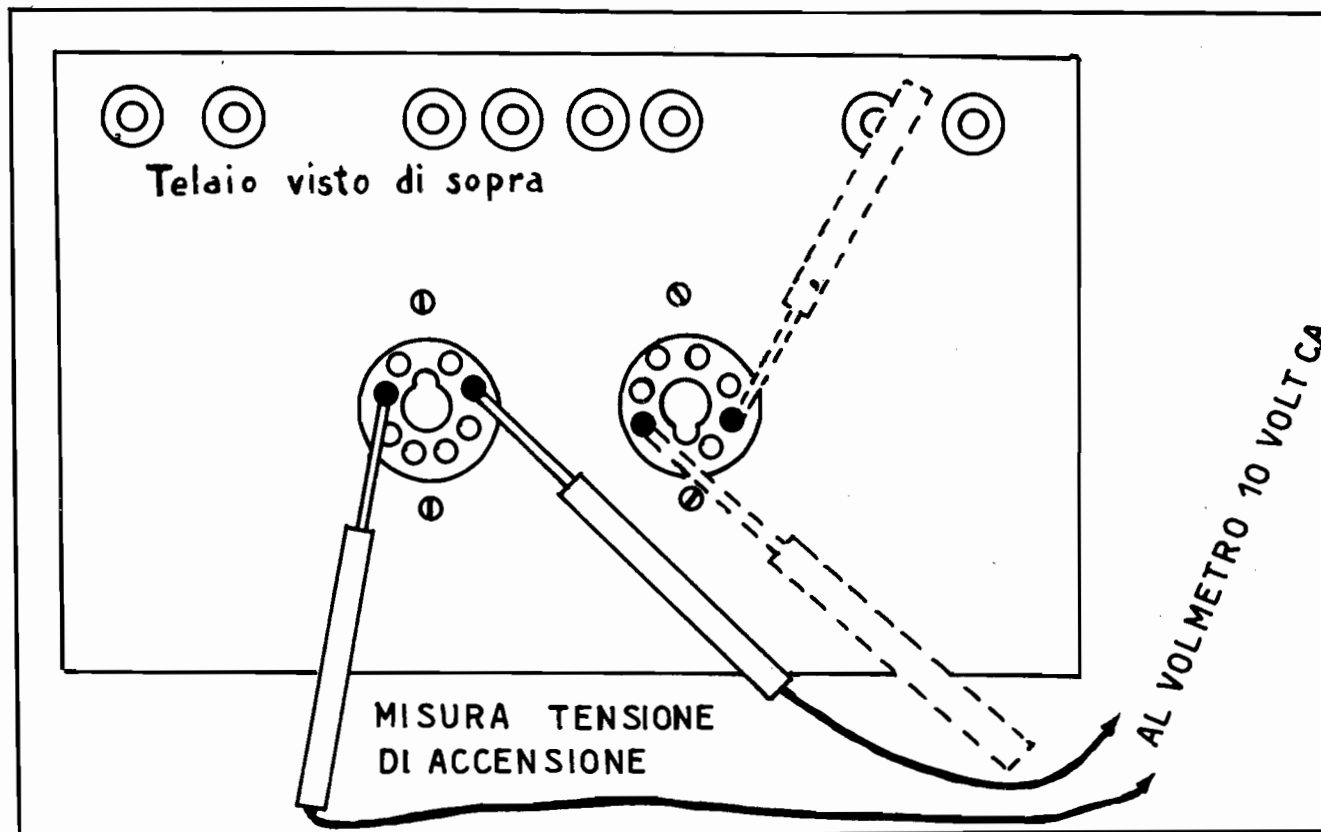

Fig. 6
- misurare la tensione di accensione direttamente sullo zoccolo fig.6).